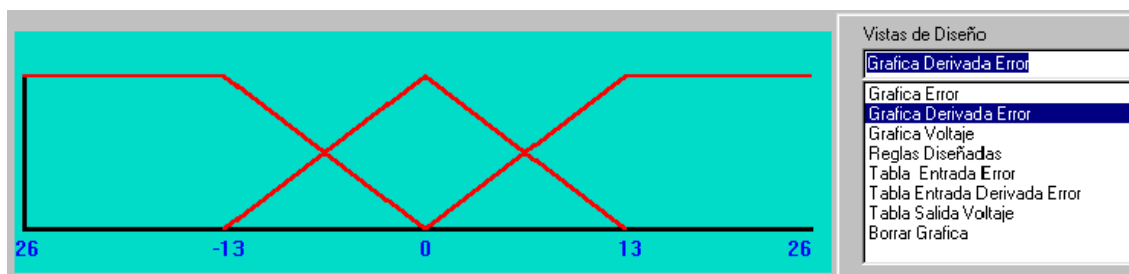

Figura 12. Grafica derivada del
- Grafica Derivada Error, despliega en pantalla los conjuntos definidos por el usuario de la variable lingüística Derivada del Error. Ver Figura 12.